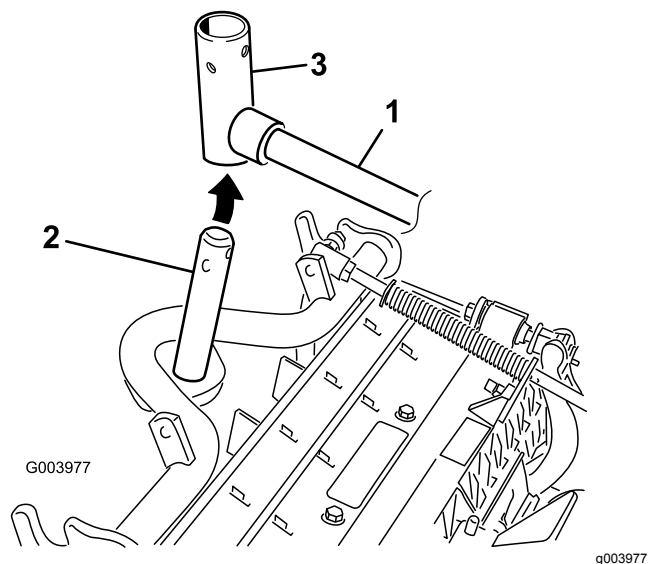

Figura 11
8. En las unidades de corte delanteras, deslice una unidad de corte debajo del brazo de elevación mientras introduce el eje del bastidor de tiro en la horquilla de pivote del brazo de elevación (Figura 11).
- B. Introduzca la horquilla del brazo de elevación en el eje del bastidor de tiro (Figura 11).